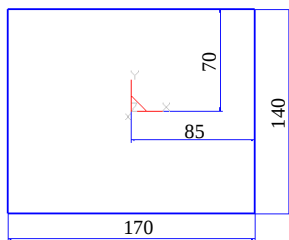

图 8-243 绘制矩形
2) 选择下拉菜单“造型”→“曲线生成”→“矩形”命令，或者单击“曲线生成栏”工具栏上的“矩形”按钮，选取“两点矩形”方式，绘制矩形并标注尺寸如图 8-243 所示。